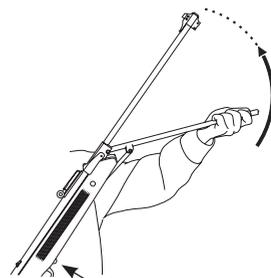

Fig. 8
- Enfoncer le bouton de la sûreté pour le levier d'armement et placer le levier d'armement dans sa position initiale. (Fig. 8) S'assurer que le levier d'armement est complètement fermé et qu'un clic a été émis au moment du verrouillage.